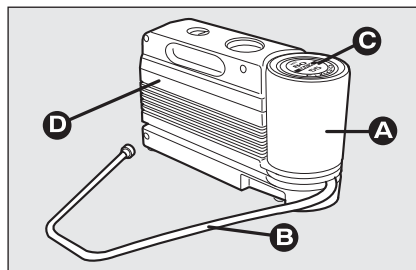

fig. 3
- ☐ une bombe **A-fig. 3** contenant le liquide pour sceller munie de: